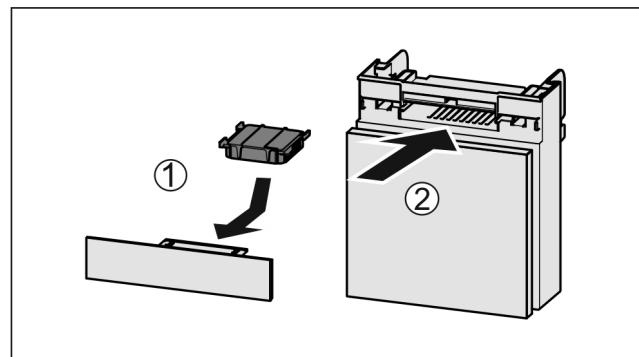

Fig. 201
- Поставете Fig. 201 (1) филтъра с активен въглен, както е показано на фигурата.
- Вкарайте Fig. 201 (2) отделението.